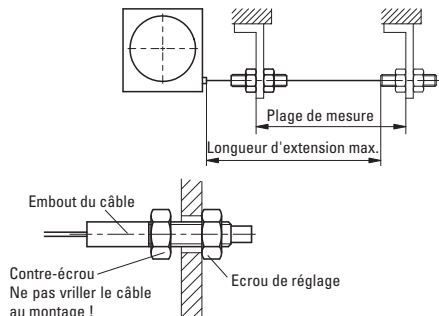

Fig. 2 : Vérification de la longueur d'extension
- Après fixation de l'appareil, contrôler la longueur d'extension maximale du câble (voir Fig. 2). Pour cela, tirer sur l'élément de terminaison du câble (embout du câble, écrou de réglage et contre-écrou) avec le câble pour le positionner au point de fixation prévu. Ne pas vriller le câble lors de cette opération.
Le câble doit circuler perpendiculairement à la sortie de câble (voir Fig. 2).